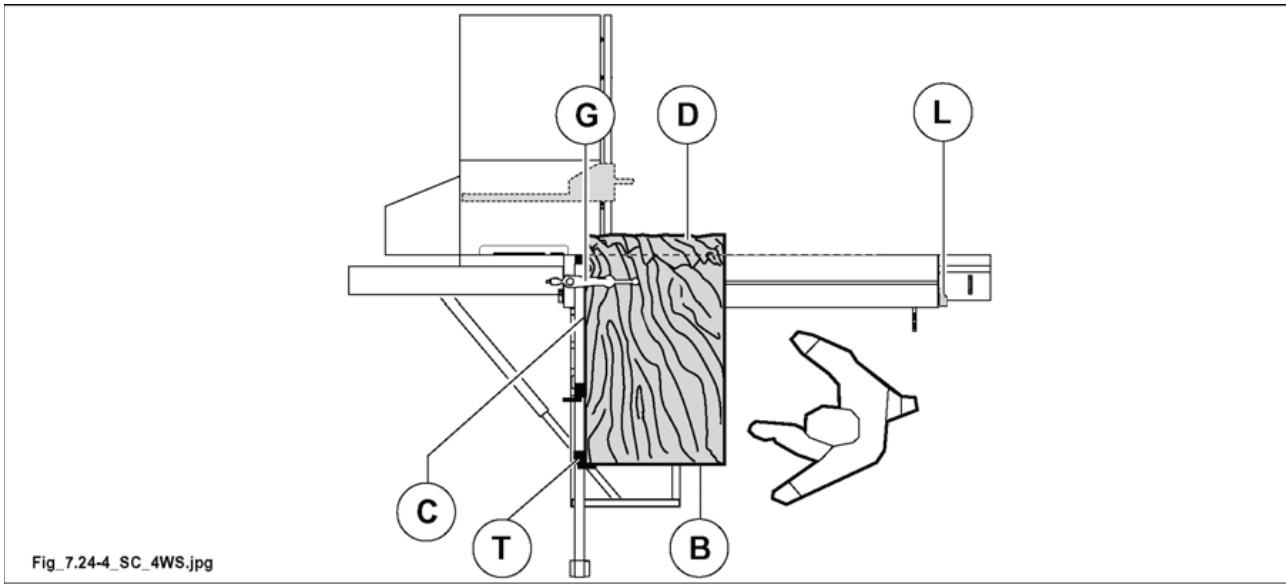

Рис. 7.24-4
- Полностью открыть вагон, как указано на рис. 7.24-4 и заблокировать при помощи рычага (L рис. 7.24-4).
- Повернуть панель на 90°. Опереть только что отрезанную боковину (С рис. 7.24-4) на линейку из алюминия, а обрабатываемую боковину (В рис. 7.24-4) опереть на упор (Т рис. 7.24-4) линейки (установлена на значении реза), блокировать при помощи толкателя (G рис. 7.24-4) и произвести новый рез (D fig. 7.24-4).